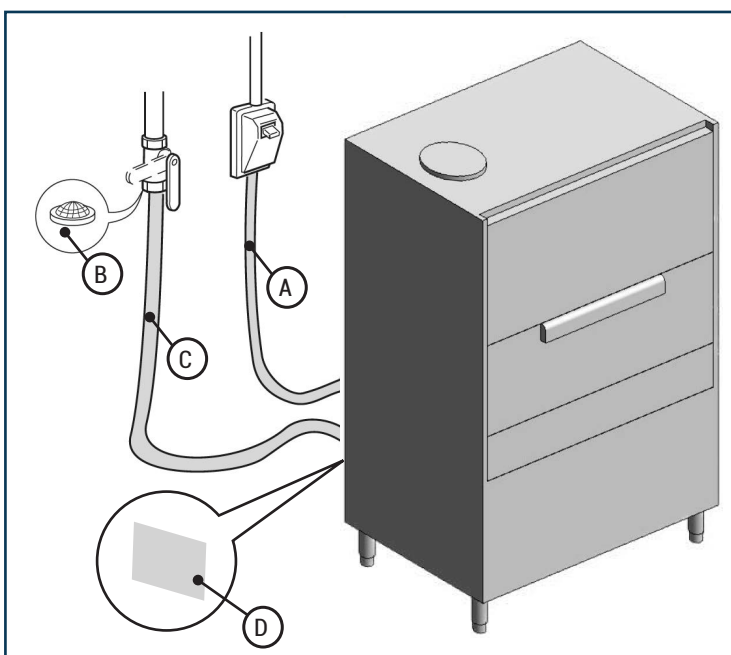

Fig. 8
Avvitare l'estremità del tubo di carico "C" (Fig. 8) ad un rubinetto filettato 3/4" G e all'elettrovalvola interponendo il filtro "B" (Fig. 8).
- Prima di effettuare il collegamento elettrico accertarsi che i dati relativi alla linea di alimentazione corrispondano a quelli indicati sulla targhetta di identificazione "D" (Fig. 8) e che l'interruttore generale di alimentazione elettrica posizionato a monte della macchina sia posizionato su "O" OFF.
- Collegare il cavo "A" (Fig. 8) di alimentazione elettrica all'interruttore generale posizionato a monte della macchina.